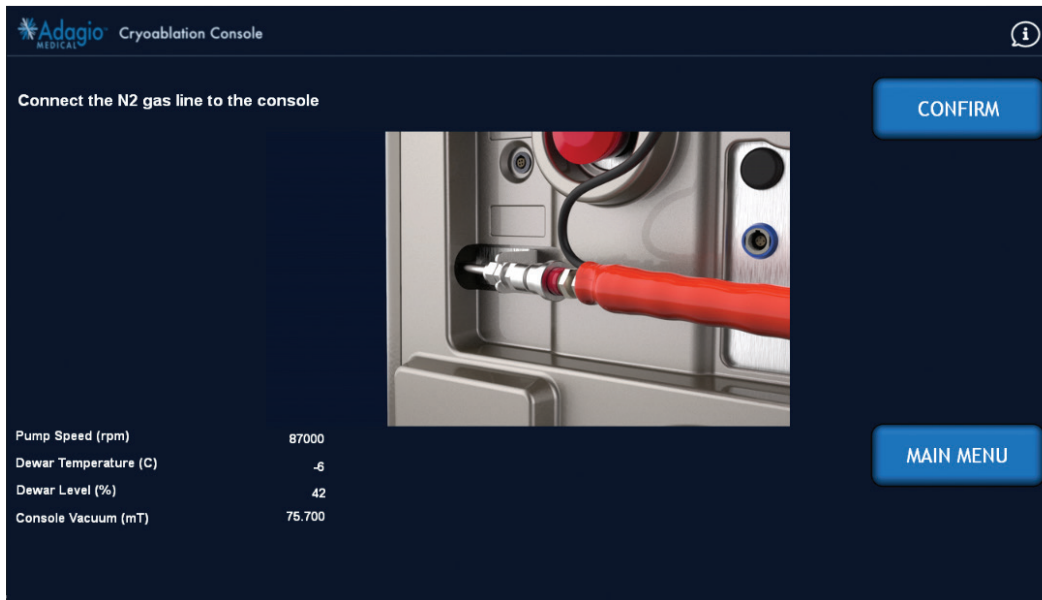
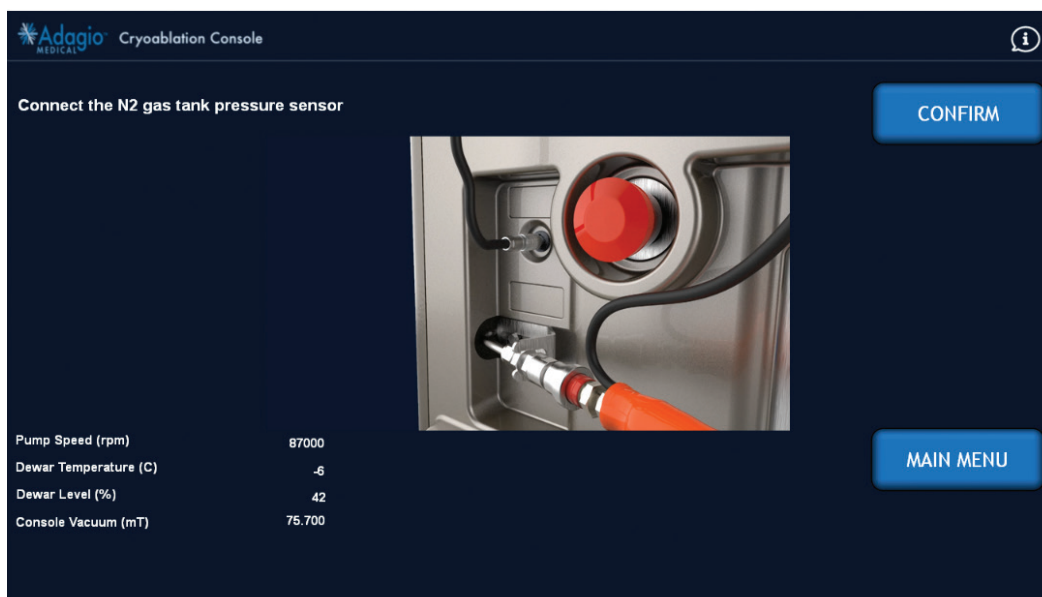

Abbildung 14 – Bildschirmanzeige: N2-Gasleitung an die Konsole anschließen
Abbildung 15 – Bildschirmanzeige: N2-Gastank-Drucksensor an die Konsole anschließen
2. **Die N2-Gasleitung an der Rückseite der Konsole anschließen.** Wie in *Abbildung 14* und der Animation auf dem Bildschirm gezeigt, den druckbeaufschlagten N2-Gasversorgungsschlauch an den Schnellsteckanschluss an der Rückseite der Konsole anschließen. Dann den Stecker des Tankdruck-Transducers an die entsprechende Buchse anschließen (*Abbildung 14* und *Abbildung 15*). Wenn alle Schritte ausgeführt sind, „CONFIRM“ (Bestätigen) auswählen.
3. **Den N2-Gastank-Drucksensor an die Konsole anschließen** (*Abbildung 15*) und danach „CONFIRM“ (Bestätigen) auswählen. Die Verbindung nicht gewaltsam herstellen. Vor dem Einstecken sicherstellen, dass die Stifte des Steckers korrekt auf die entsprechenden Aufnahmeöffnungen ausgerichtet sind.